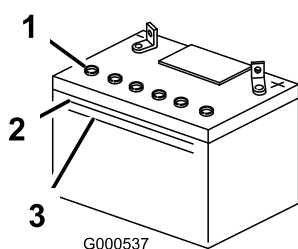

Figura 35
1. Mire hacia el lateral de la batería. El electrolito debe llegar a la línea superior (). Figura 35 No permita que el electrolito esté por debajo de la línea inferior (Figura 35).
3. Retire los tapones de ventilación de la batería (Figura 35).
4. Vierta lentamente agua destilada en cada célula de la batería hasta que el nivel de electrolito llegue a la línea superior (Figura 35) de la caja de la batería.
5. Espere de cinco a diez minutos después de llenar las células de la batería. Añada agua destilada, si es necesario, hasta que el nivel de electrolito llegue a la línea superior (Figura 35) de la caja de la batería.